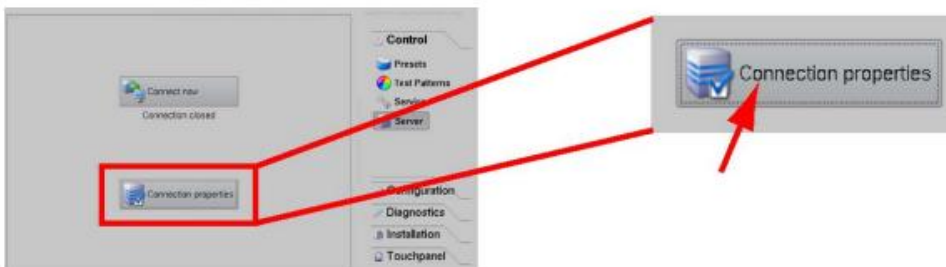

图 39 设置巴可触摸屏 [Connection Properties].
1. 在巴可触摸屏,选择[Control] →[Server]. 新的窗口[Connection Properties] 便会出现, 如图 39 所示。